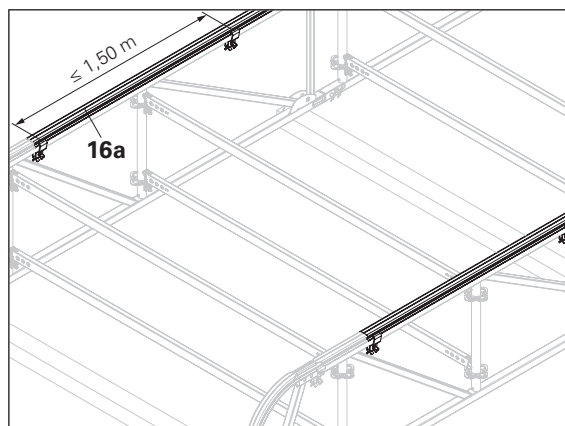

Fig. A2.02
4. Posare altri binari Keder (**16a/16b/16c**) adiacenti al binario di gronda e fissarli al giunto e a una distanza $\leq 1,50$ m con il connettore Keder (**17**). (Fig. A2.02 + A2.02a)